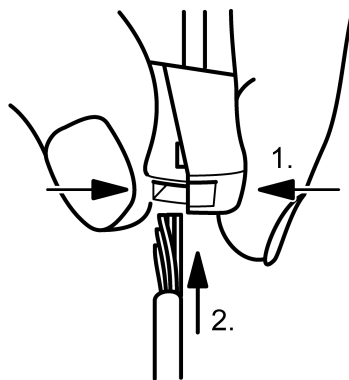

Figura 7: Collegamento del conduttore flessibile
- Premere il morsetto sul lato con l'apertura quadra e collegare il conduttore flessibile dell'apparecchio (figura 7).